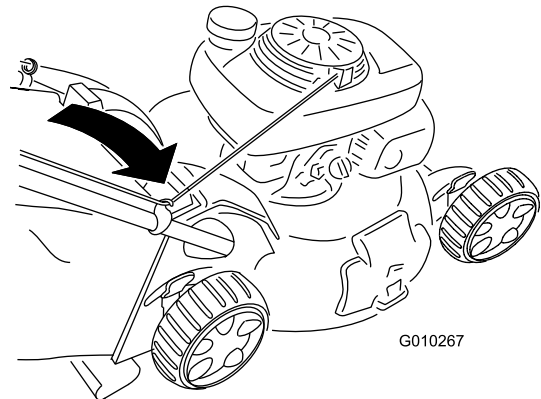

Рисунок 27
2. Проложите трос стартера вокруг нижней направляющей троса (Рисунок 27).